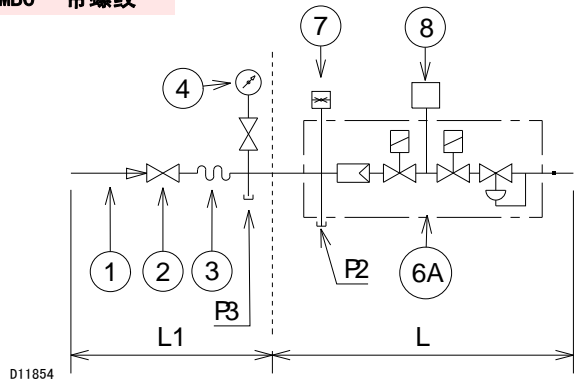
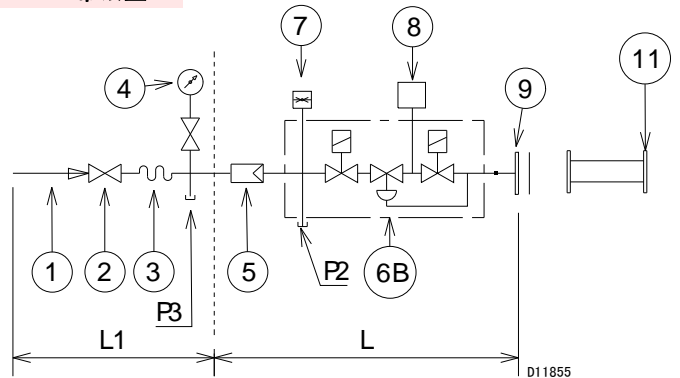
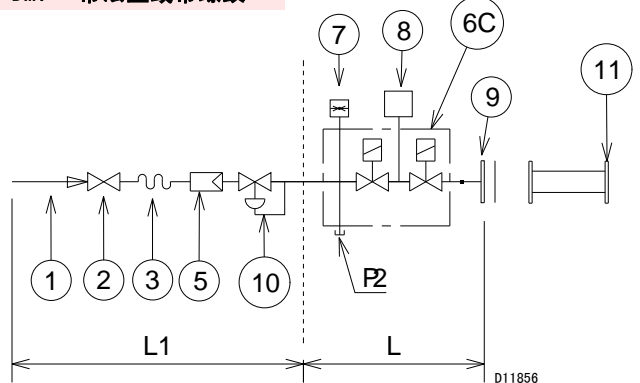
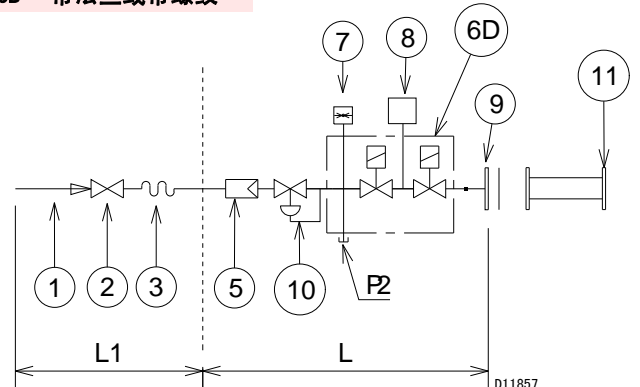

图 18
图 19
图 20
图 21
符号说明（图 18 - 图 19 - 图 20 - 图 21）
在测试点 P1 ) ( 图 18 ) 所测到的燃气压力，同时：
燃气蝶阀 10 ) ( 图 18 ) 在最大开口即 90° 时的压力损失。
- 将测试点 P1 ) 处测得的燃气压力减去燃烧室压力 ( 图 18 )。
测试点 P1 ) ( 图 18 ) 处燃气压力 = 25.6 mbar
要计算测试点 P1 ) ( 图 18 ) 处要求的燃气压力，请设定燃烧器操作需要的最大输出功率：
- 在右侧 ( 第 1 列 ) 中读出测试点 P1 ) ( 图 18 ) 处的压力。
测试点 P1 ) ( 图 18 ) 处要求的压力。